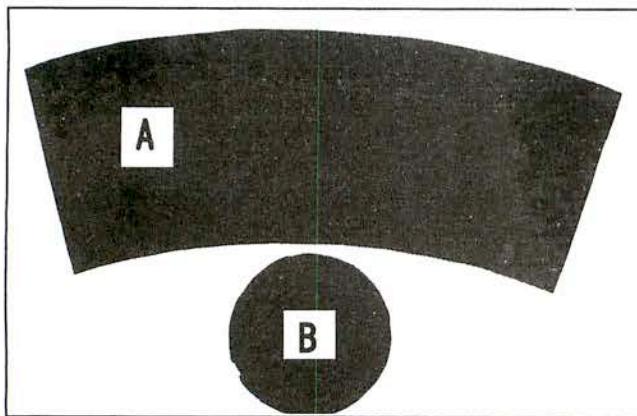
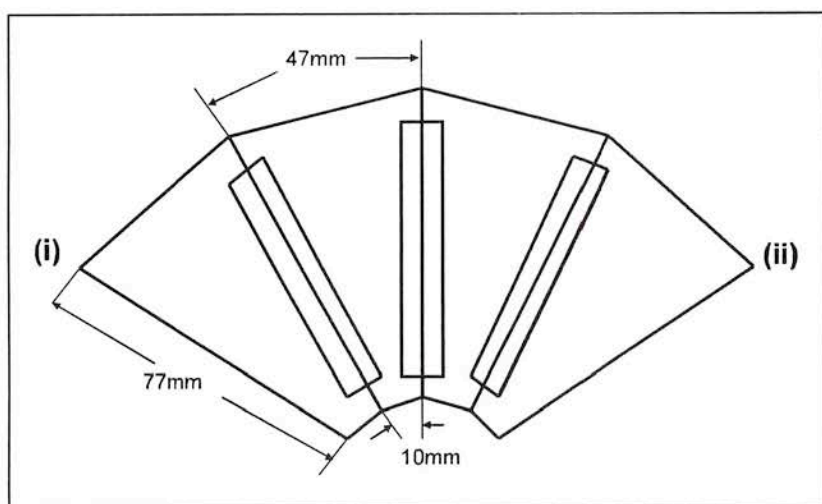

図1 紙コップの内面を黒くするため、黒の色画用紙でA, Bを2組作る。
図2 ポリカーボネイトミラー (厚み0.5mm) で四角錐ミラーを作る。
1. 黒色（つや消し）の画用紙で図1（A, B）のような形の紙を2組作ります（紙コップの内面に入れて反射防止に用います）。Aは側面用で、Bは底用です。A, Bを紙コップ（a）と（b）の2個の内面に、両面テープで紙コップから外れないように取り付けます（図2）。
2. ポリカーボネイトのミラーを切り、図2のようなミラー片を4枚作ります。このミラーの裏側を上にして、机の上に並べます。その時、ミ
ラーの隙間を約0.5~1mm あけて置きます (図2)。そして、ミラーの裏側をセロテープではります (図2)。ミラーの保護膜を取り除き、ピカピカ光っている方を中側にして、(i)と(ii)が合うように四角錐に折り曲げ、両端 (i と ii) をセロテープでとめます。(この四角錐ミラーは実験3 で用います。)